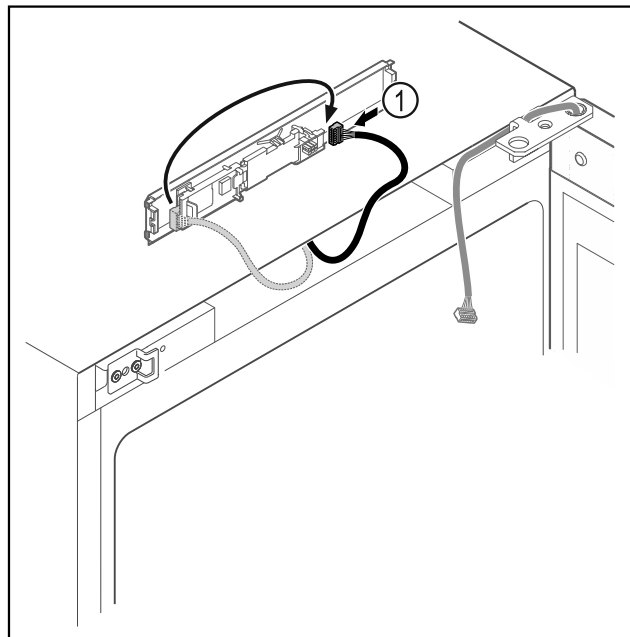

Fig. 15
- ▶ Ponovno spojite utikač Fig. 15 (1) na tiskanu pločicu.